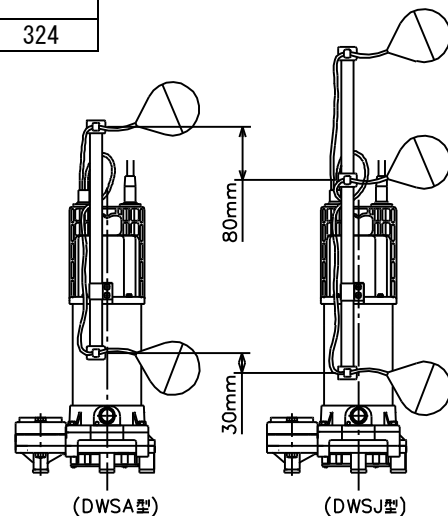

図 6
- (11) 自動交互形ポンプ (DWSJ 型) は、DWSJ 型と DWSA 型を 組 してはじめて自動交互運転が行われます。図 6 の通りにフロートの位置を設定してください。フロートの位置関係が狂いますと正常な動作をしなくなる場合があります。
- (12) 槽内に満水警報の設置を推奨します。当社にて警報盤と水位制御用フロートスイッチを用意していますのでご用命ください。
- (13) 自動運転装置に電極棒をご使用の場合は、汚物が電極棒にからんだり油の付着により誤動作を起こす場合がありますのでご注意ください。
- (14) 着脱装置の据付は、着脱装置に付属の「水中ポンプ用着脱装置」の取扱説明書により行なってください。